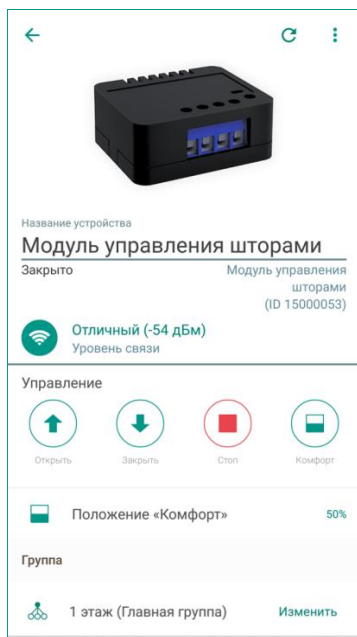

Рисунок 11.1 – Экран настройки модуля
1. В приложении на экране настройки модуля (в строке *Уровень связи*, см. рисунок 11.1).
Текущий уровень связи модуля с хабом отображается на экране настройки модуля (см. рисунок 11.1). Если связь отсутствует, то убедитесь, что хаб включен. Если хаб выключен, то включите его и снова проверьте уровень связи на экране настройки модуля. Убедитесь, что между хабом и модулем отсутствуют объекты, препятствующие прохождению радиосигнала (например, металлические предметы или зеркала). Для улучшения качества связи измените место установки модуля так, чтобы радиосигнал проходил между устройствами беспрепятственно.